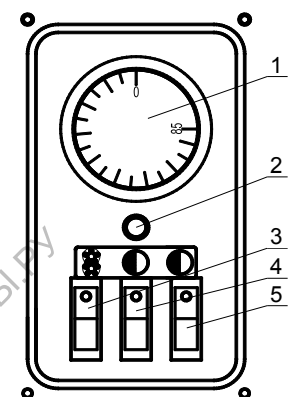

Рис.2 Панель управления.
4.7. На лицевой стороне кожуха закреплена панель управления рис.2 с установленными на неё элементами управления: регулятор температуры 1, лампа индикации 2, три клавишных выключателя 3,4,5. Регулятор температуры 1 служит для регулирования температуры воды в водонагревателе. Его термобаллон закреплен на верхнем фланце колбы.
7.4. Включите электропитание автоматическим выключателем, должна загореться сигнальная лампа 2 на панели управления рис.2.